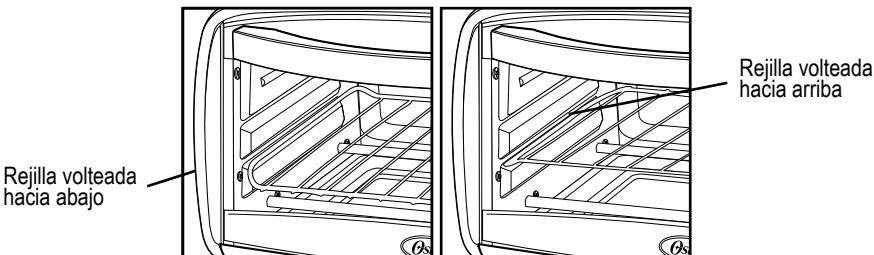

Figura 3
- Cronómetro** – Permite seleccionar el tiempo de cocción hasta por 30 minutos. Automáticamente apagará el horno al final del tiempo de cocción. (Ver Figura 3)
El horno posee una rejilla reversible y dos posiciones, para adaptarse a una amplia variedad de alimentos. La rejilla puede introducirse en el horno en la posición hacia arriba o hacia abajo. La rejilla encajará en cualquiera de las guías que se encuentran en el interior del horno. (Ver Figura 3)